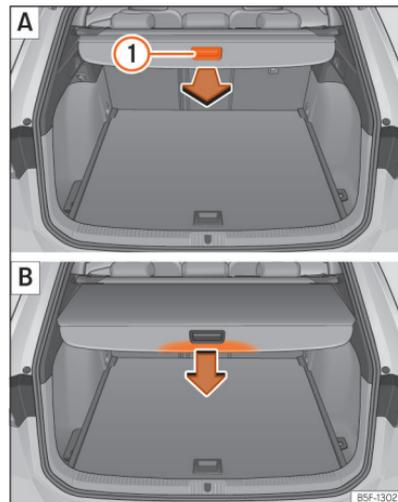

Abb. 178 Im Kofferraum: Abdeckung ausziehen und einrollen.
- Ziehen Sie gleichmäßig die Abdeckung am Handgriff »» [Abb. 178] ① heraus, bis diese hörbar einrastet.
- Drücken Sie den Haltegriff der Gepäckraumabdeckung in Pfeilrichtung, bis diese entriegelt ist »» [Abb. 178] B.